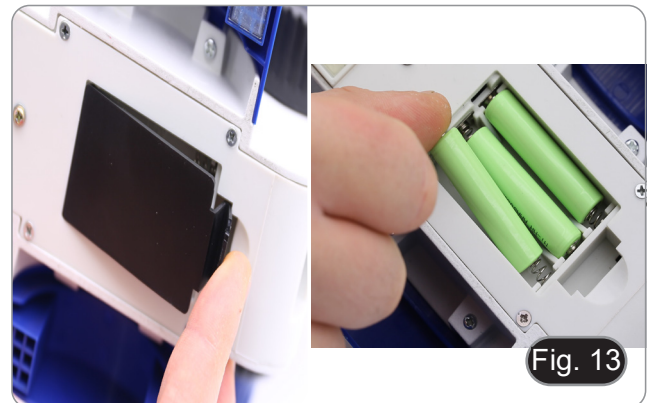

Fig. 13
1. Abrir o compartimento das baterias colocado na parte inferior da estrutura. (Fig. 13)